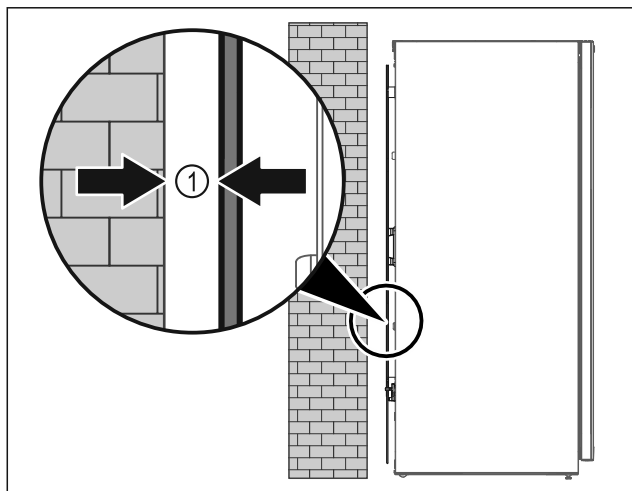

Fig. 4
- ▶ Posizionare l'apparecchiatura in un punto a piacere del locale (libera installazione) oppure addossato a una parete a una distanza minima di 5 mm Fig. 4 (1).